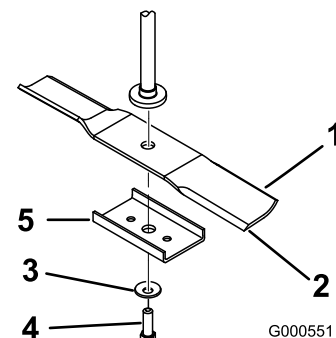

Bild 37
Halten Sie das Ende des Messers mit einem stark wattierten Handschuh oder wickeln Sie einen Lappen um es herum. Entfernen Sie die Messerschraube, Wellenscheibe, Messerverstärkung und das Messer von der Spindelwelle (Bild 37).
1. Setzen Sie das Messer auf die Spindelwelle (Bild 37).
2. Montieren Sie die Messerverstärkung, die Wellenscheibe (Schalenseite zum Messer) und die Messerschraube (Bild 37).